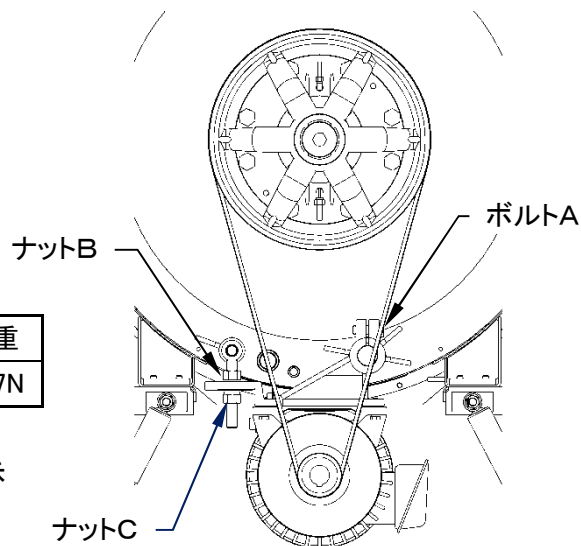

図 8-3
2) Vベルト張力調整 (図 8-3)
- ① ボルトAを緩めます。
- ② ベルトの張力を確認しながら、ナットBとナットCを使いベルトの張力を調整します。